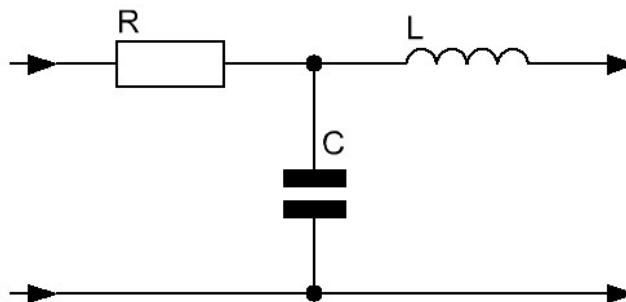

Рисунок 10
2) Дано: $R=20$ Ом; $\omega L=20$ Ом; $1/\omega C=20$ Ом. Записать уравнения несимметричного четырехполосника (рисунок 10) в форме А.